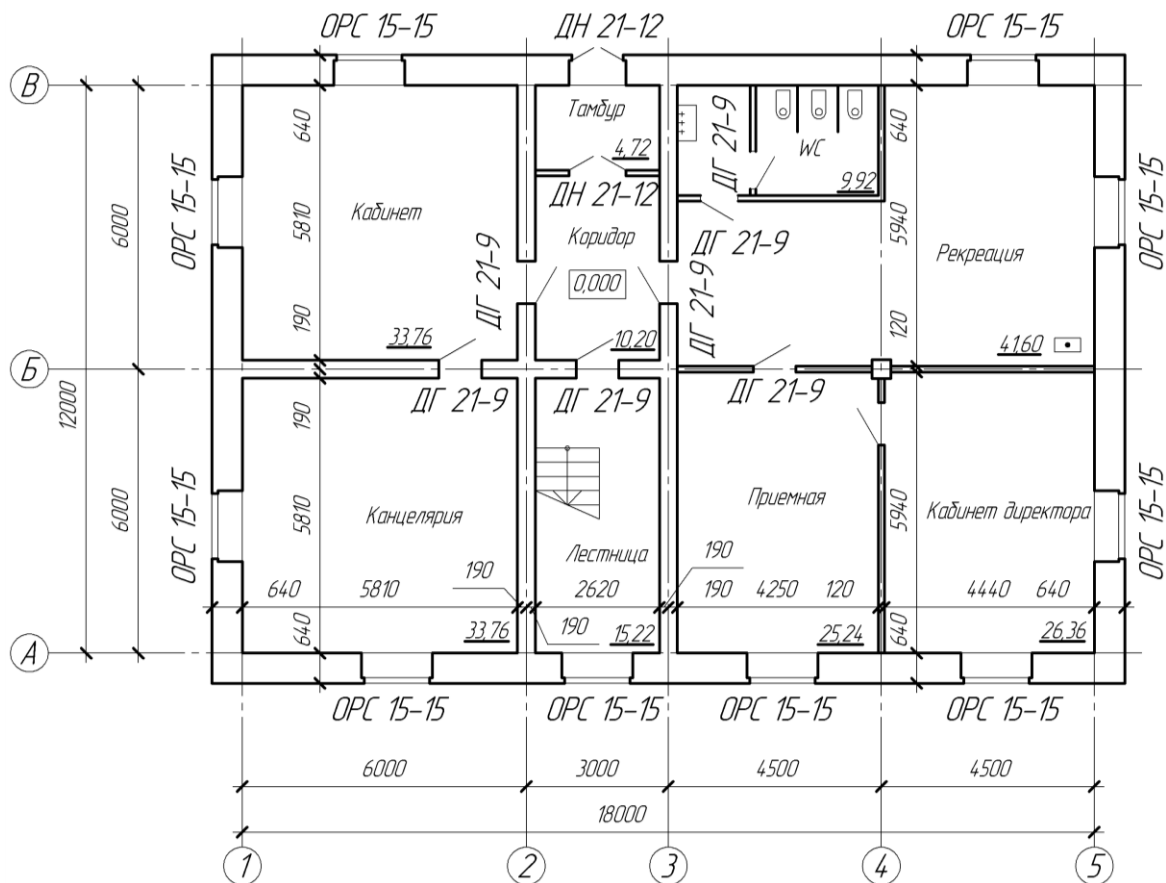

Рисунок 59 – План первого этажа
В названиях плана здания указывают отметку чистого пола этажа или номер этажа, например: «План на отм. 0.000», «План 1 этажа», или, если ряд этажей имеет одинаковую планировку, то «План 2,3 этажей». Надпись не подчеркивают. Пример заполнения плана приведен на рис.59.
- На планах этажей наносят и указывают, см. рис. 59: